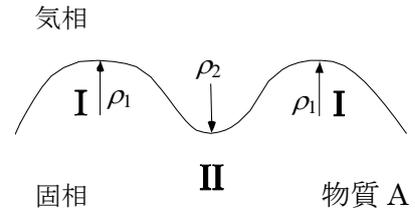

図 5-2-1
- (a) 図 5-2-1 に示すように、物質 A の表面が I の部分（凸部：曲率半径 ρ_1 ）と II の部分（凹部：同 ρ_2 ）からなっている。物質 A が温度 T において高い蒸気圧をもつとき、I 部と II 部の表面直上での物質 A の蒸気圧の差を考慮して、蒸発した A 分子が輸送される経路と方向を図示し、そのようになる理由を説明しなさい。さらに、その温度で長時間保持したとき、時間の経過にともなう物質 A の表面形状の変化を図示し、そのようになる理由を説明しなさい。